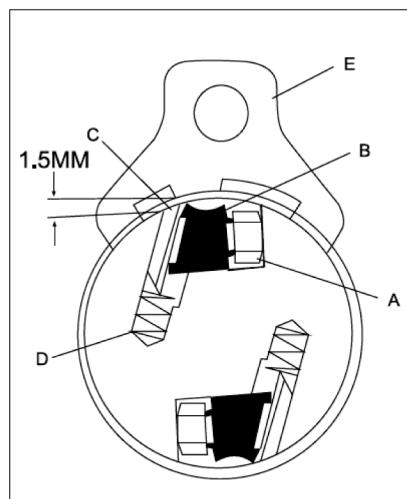

Рис. 19
8. Установите прижимную пластину ножа (B) (Рис. 19) в режущую головку
2. Ослабьте крепление ножа, отвернув семь винтов (A) (Рис. 19).
3. Когда выступ ножа выставлен на необходимую длину с использованием шаблона (E), закрепите нож, затянув винты (A) против часовой стрелки.